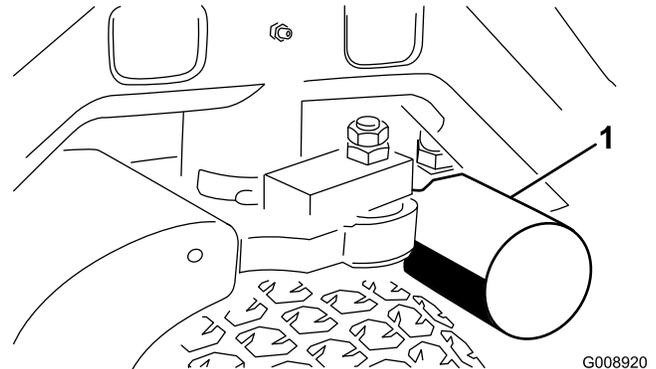
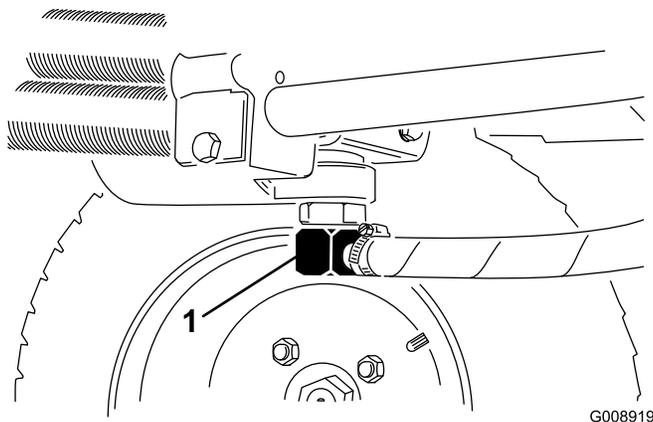

図 55
図 56
3. フィルタ取り付け部の周辺をウェスできれいにぬぐう。フィルタ (図 55) の下に廃油受けを置いてフィルタを外す。
2. 油圧ラインの接続部 (図 56) または油圧フィルタ (図 55) を外し、流れ出すオイルを容器に受ける。オイルが全部流れ出たらラインを元通りに接続する。